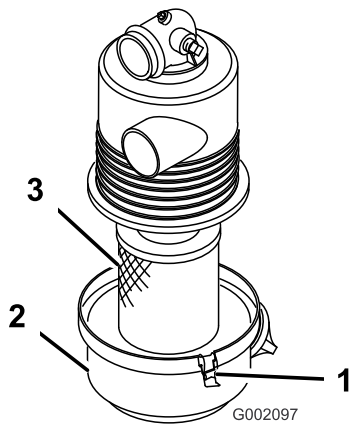

图 13
1. 检查空气滤清器壳体是否有可能导致空气泄漏的损坏。确保盖子密封在空气滤清器壳体周围图 13。
2. 松开将空气滤清器盖固定到空气滤清器外壳上的门锁图 13。
3. 从空气滤清器外壳上分离空气滤清器盖并清洁盖子的内部图 13。
3. 将空气滤清器滤芯插入空气滤清器外壳图 13。
4. 将空气滤清器盖与空气滤清器外壳对齐图 13。
5. 用门锁图 13将盖子固定到外壳上。